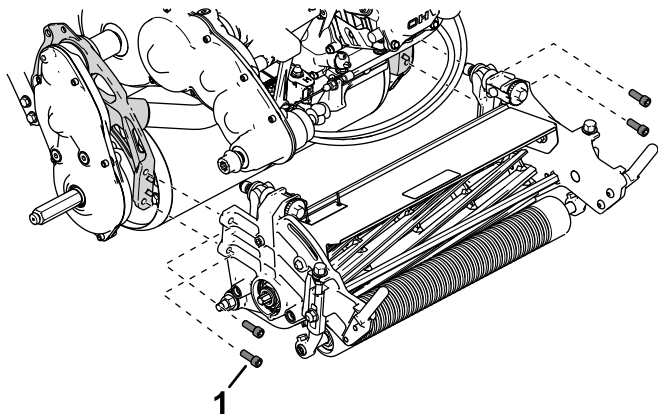

Figura 46
5. Utilice 4 tornillos allen para fijar la unidad de corte en el bastidor (Figura 46).